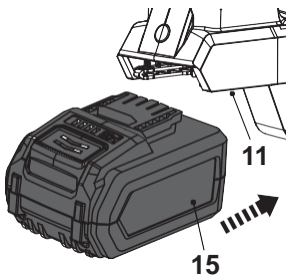

Fig. 5
1. Para colocar o conjunto de baterias, alinhe as ranhuras deslizantes do conjunto de baterias (15) com o suporte do conjunto de baterias (11) e deslize o conjunto de bateria (15). Certifique-se que fica bem encaixado (Fig. 5).